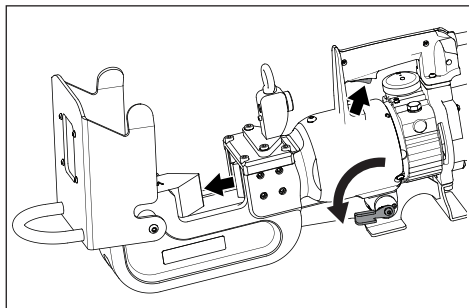
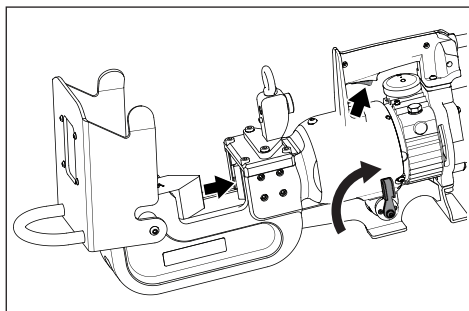

图 7，伸出位置
图 8，缩回位置
- 当方向调节杆位于位置 1 时，按下并按住扳机开关，可使柱塞前进并使移动刀片向前滑动。参见图 7。
- 当方向调节杆位于位置 2 时，按下并按住扳机开关，可使柱塞后退并使移动刀片向后滑动。参见图 8。
警告 图 7 和图 8 中出于显示其它部件目的，切断机安全防护装置显示处于打开位置。切勿在安全防护装置已打开或拆卸的情况下操作切断机。
在切割头内放置链条前，务必确保柱塞和移动刀片处于完全缩回的“原位”位置。参见图 8。
3. 确保柱塞处于“原位”（完全缩回）位置。参见图 8。